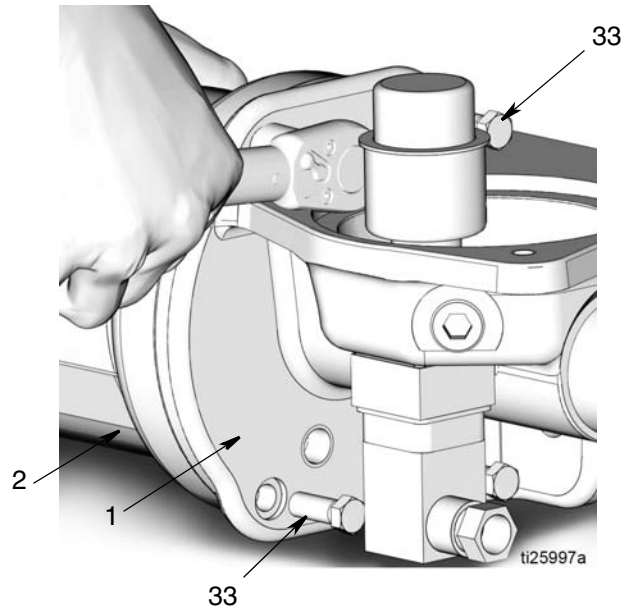

图 18
14. 使用 3/8 英寸套筒拆下将气缸 (2) 固定在泵底座 (1) 上的 4 个螺栓 (33) (图 18)。从泵底座拆下气缸。